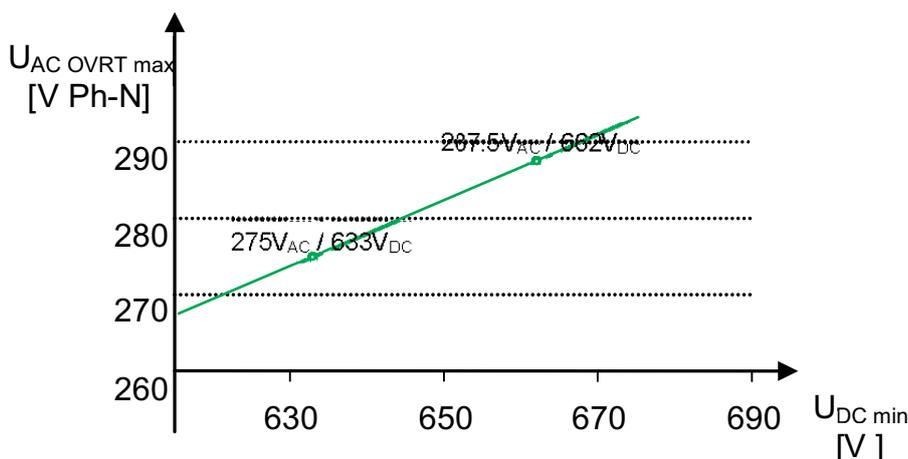

Abb. 64: Minimale DC-Spannung für Störfestigkeit gegen AC-Überspannung
Neben der maximalen Nennspannung wird die Störfestigkeit gegen Spannungsspitzen außerdem durch den tatsächlichen Ladezustand der angeschlossenen Batterie beschränkt. Wenn die Netzspannung bezogen zur tatsächlichen Batteriespannung ansteigt, muss der Wechselrichter möglicherweise vom Netz getrennt werden, sodass es nicht zu einem unkontrollierten Stromfluss in die Batterie kommt. Das Verhältnis der minimalen Batteriespannung (DC) zur Netzspannung (AC), bei dem ein unkontrollierter Stromfluss vermieden wird, ist in [Siehe Abbildung 64 | Seite 80] dargestellt.